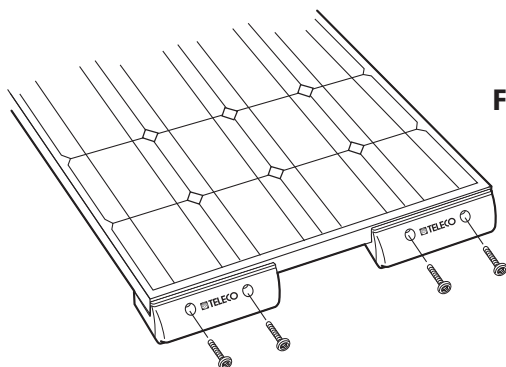

FIG. 3
Fissare i 4 piedi di appoggio (5) al pannello solare con le viti in dotazione esercitando una coppia di serraggio di 2,5 Nm (vedi **Fig.3**).